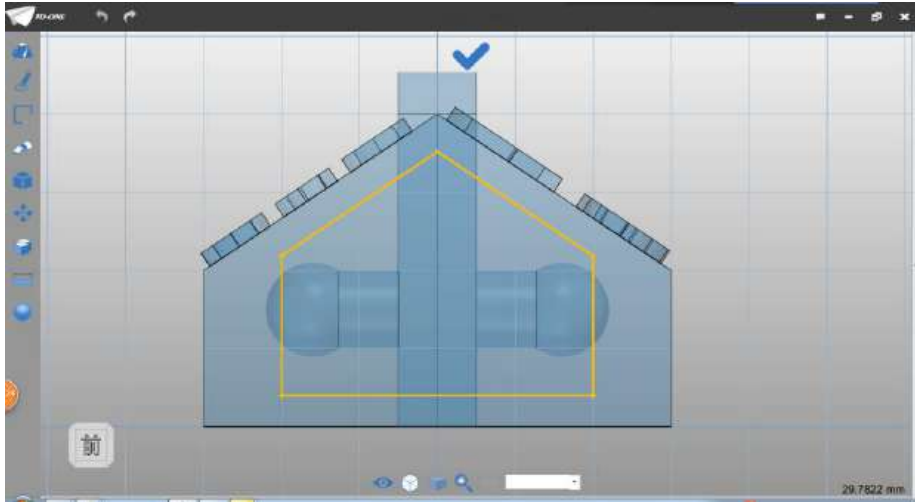

图 2-7
Step 7 选择裁剪命令，将多余的线段裁剪掉，保留草图如下图 2-7 所示：